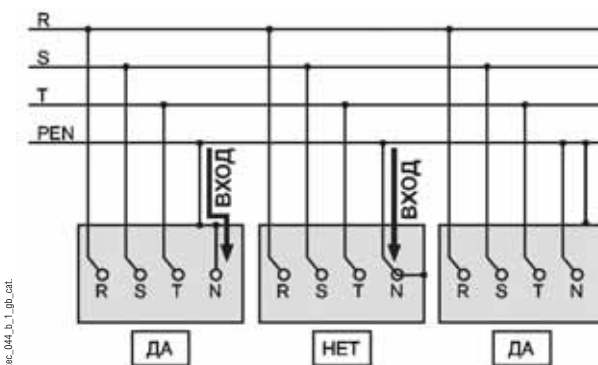

Рис. 3. Правильное подключение PEN.
**Примечание:** для предотвращения циркуляции тока на корпусе, корпус следует подключать непосредственно к клемме PEN (не противотключение). См. рис. 3.